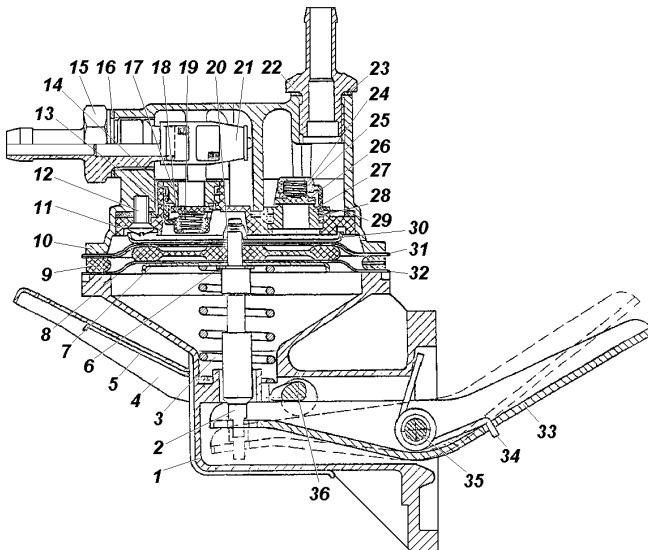

Рис. 9.8. Топливный насос:
**Топливный насос** (рис. 9.8) периодически проверяйте на отсутствие подтекания топлива через контрольное отверстие. Подтекание свидетельствует о неисправности диафрагмы. В этом случае замените диафрагму.